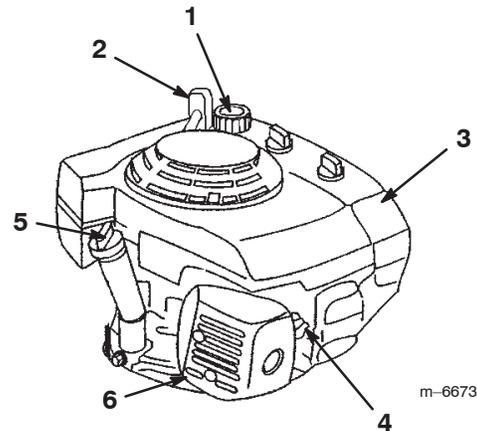

Bild 7
1. Reinigen Sie den Bereich um den Tankdeckel (Bild 7).
1. Stecken Sie den Zündkerzenstecker auf die Zündkerze auf (Bild 7).